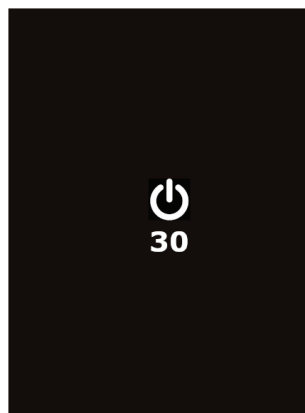

Fig. 13: Spegnimento automatico
- ⇒ Viene visualizzato un timer con un conto alla rovescia di 30 secondi con un'icona di alimentazione lampeggiante (vedi la Fig. 13).